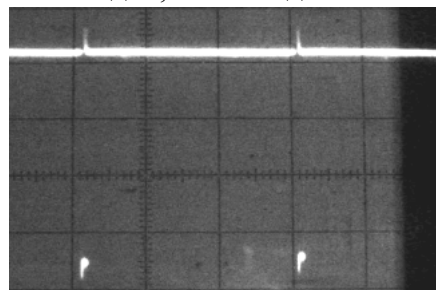

Рис.8.6. Диаграмма работы узла Р
Когда микроконтроллер в соответствующем такте периода опроса включает промежуточное реле, то происходит разряд конденсатора С по цепи: $+24\text{В} \rightarrow \text{оптрон } V \text{ узла } K \rightarrow \text{канал мультиплексора} \rightarrow C \rightarrow VD1 \rightarrow +24\text{В}$. После завершения такта периода опроса, конденсатор начинает заряжаться по цепи $+24\text{В} \rightarrow \text{база } VT2 \rightarrow \text{база } VT1 \rightarrow C \rightarrow R1 \rightarrow -11\text{В}$ (см. рис.8.6.а.). Т.о. транзисторы VT1 и VT2 открываются и напряжение на коллекторе VT2 стает равным $+24\text{В}$ (см. рис.8.6.б). Для удержания каскада во включенном состоянии микроконтроллер в каждом периоде опроса разряжает конденсатор С. Если разряд конденсатора прекратится – каскад выключается автоматически.
2. При проверке по п.п. 9.6.-9.10 в режимах МП2, МП1, НЛ, НР проверить правильность индикации выходных сигналов изделия. Убедиться, что напряжение на резисторах R2 узлов P1...P10 соответствуют рис.8.6.б. С помощью вольтметра, убедиться, что напряжения на коллекторах транзисторов VT2 не менее 22В .
При несоответствии напряжения на коллекторе VT2 рис. 8.6.б, необходимо убедиться, что напряжение на соответствующем выводе микросхем D12, D13 мультиплексора соответствует рис. 8.6.а. В этом случае заменить VT1 или VT2.